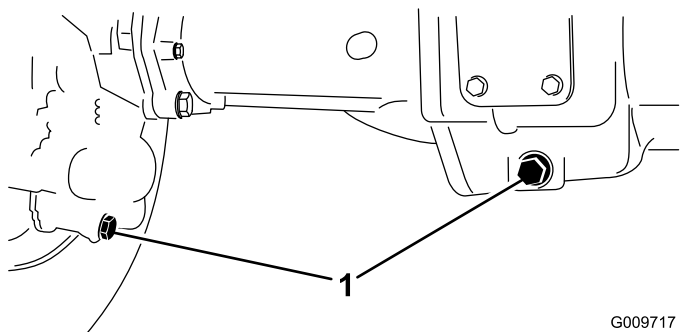

図 112
2. ドレンプラグそれぞれの端部に1本ずつ、中央に1本全部で3本の周囲をきれいにする 図 112。